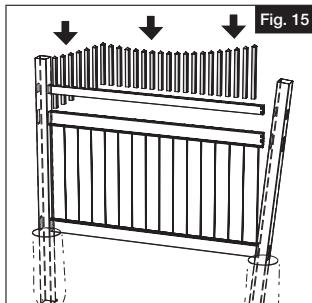

Fig. 15
- b. Insérer les barreaux dans la main courante et la traverse médiane (Fig. 15).